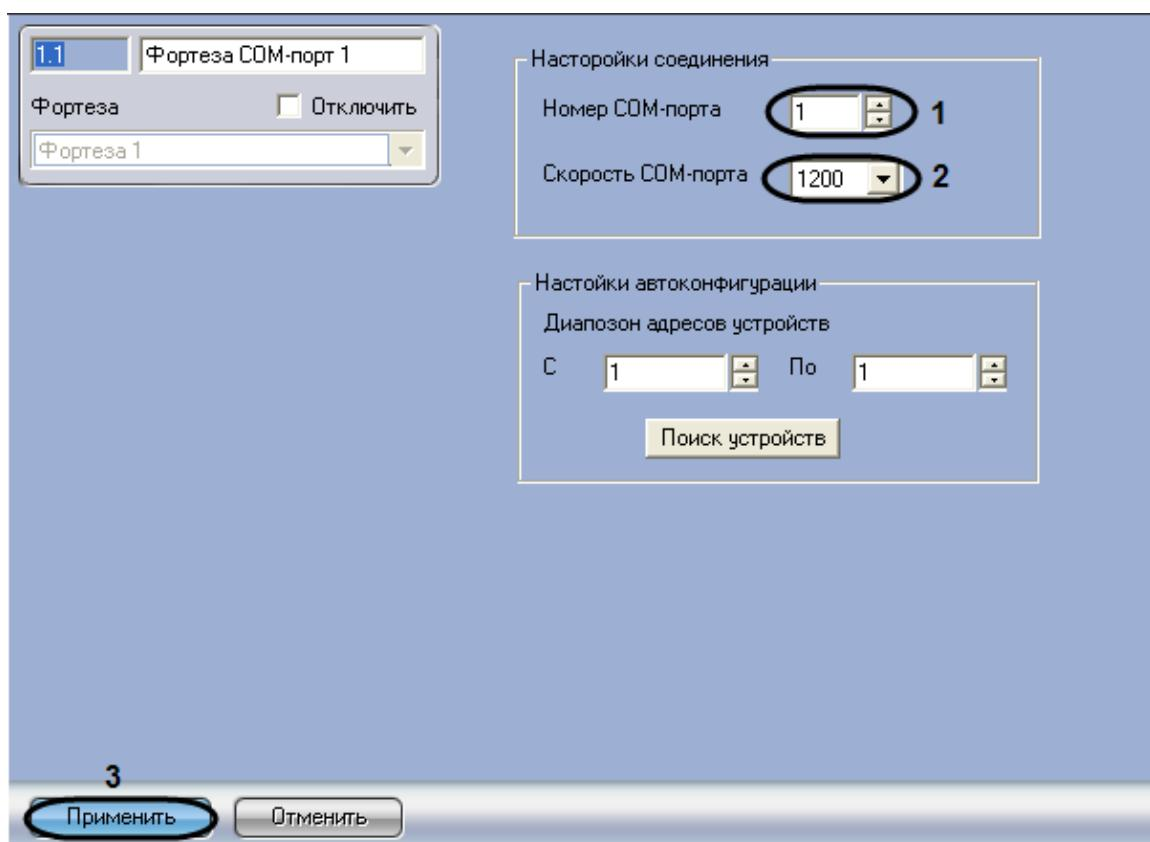

Рис. 3.3—2 Настройка СОМ-порта подключения
2. В поле **Номер СОМ-порта** с помощью кнопок **вверх-вниз** ввести номер порта подключения аппаратных средств *ПСЗ Фортеза* к Серверу (см. Рис. 3.3—2, 1).
3. Из раскрывающегося списка **Скорость СОМ-порта** выбрать скорость передачи данных по СОМ-порту (см. Рис. 3.3—2, 2).